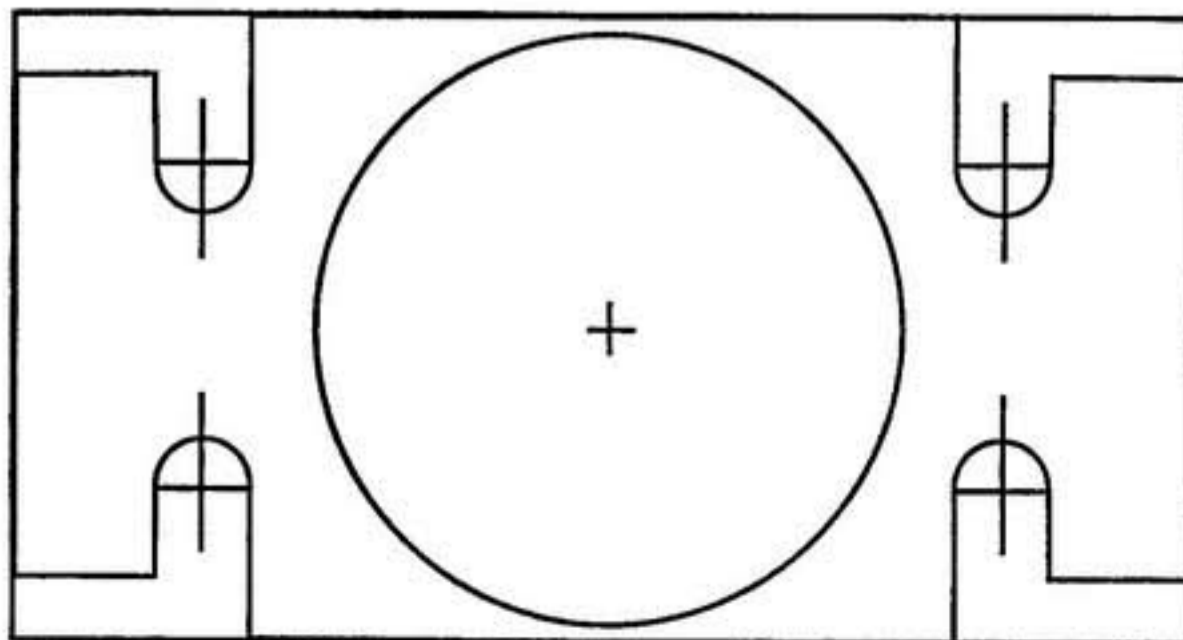

Рис. 145
1. Вы знаете, что начинать надо с разметки. Поэтому вырезанный шаблон изделия (рис. 150) наложите на пластину размерами  $250 \times 160 \times 50$  мм и обведите карандашом. Круг разметьте с помощью циркуля, наколов центр его иглой через шаблон (рис. 145).